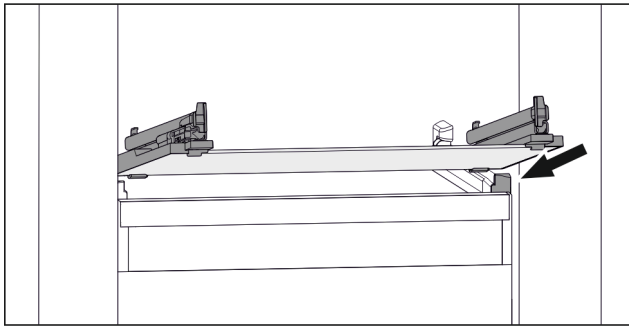

Fig. 101 Rappresentazione esemplificativa del ripiano in vetro
- ▶ Applicare il ripiano in vetro obliquamente dietro i fermi. (vedere Fig. 101)